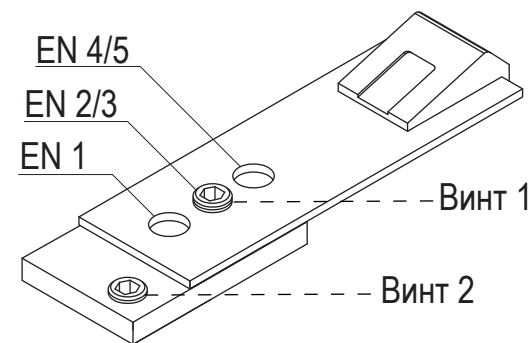

Рис. 3
3.4.1 Установить винт 1 в отверстие, соответствующее выбранному усилию доводчика (рис.3)
3.4.2 Установить винт 2 в отверстие фиксирующей пластины (рис.3)
3.4.4 Затянуть винт 1 и винт 2 (рис.3)